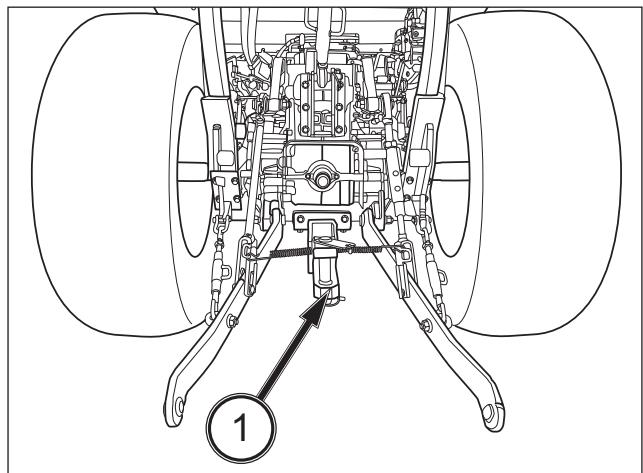

FIG. 88
FIG. 88 : le tracteur est équipé d'un attelage arrière (TRH-1834B) (1). L'attelage arrière situé à l'arrière du tracteur permet d'attacher à celui-ci des équipements remorqués. Le tracteur ne dispose pas de circuit de freinage pour la remorque.